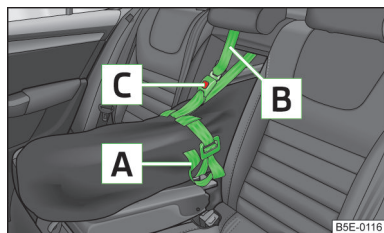

Fig. 77
- Fijar la banda de tracción **A** en el extremo libre alrededor de los esquíes delante de las fijaciones » fig. 77.
- Después de cargar los esquíes, se deberá asegurar la bolsa para carga de gran longitud con la banda de seguridad **B** » fig. 77.